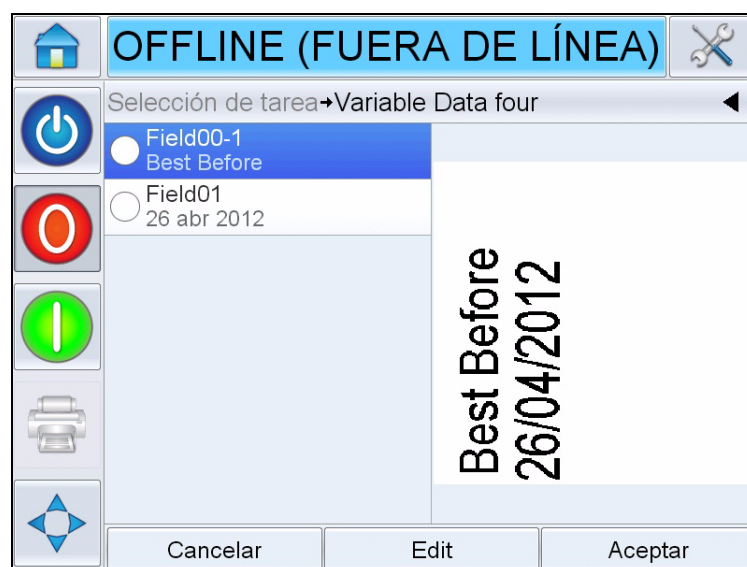

Figura 6-3: Ventana de datos predeterminados
- 2 Toque el campo requerido en la lista para seleccionarlo (el primero de la lista aparece siempre seleccionado automáticamente). Los datos predeterminados correspondientes a este campo aparecen en la ventana de previsualización (Figura 6-3).